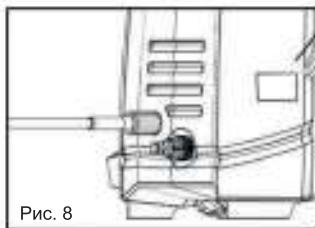

Рис. 8
7. Подсоедините шланг высокого давления к выходному штуцеру мойки 8 (рис. 1) (только для модели HPW 3000FI). Для этого полностью размотайте шланг высокого давления. Убедитесь, что шланг нигде не перегнулся. Накрутите гайку шланга по часовой стрелке на резьбовой штуцер мойки и крепко затяните от руки (рис. 8).